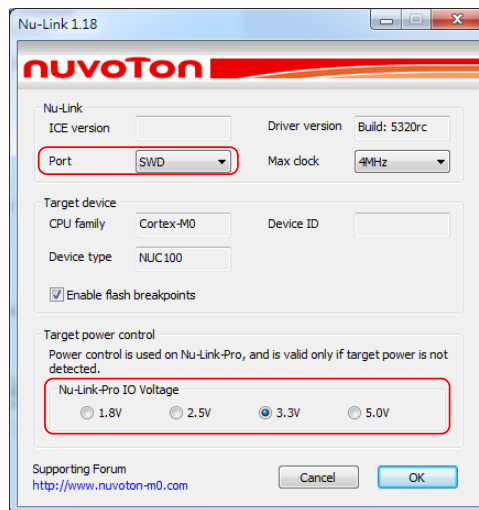

Figure 4-19 指定端口和 I/O 电压
Step 9: 借助 Nu-Link 打开 Nu-Link 界面, 选择 SWD 作为端口, 在 Target power control 选项指定 Nu-Link-Pro I/O Voltage (这里使用 3.3V), 参见 Figure 4-19.